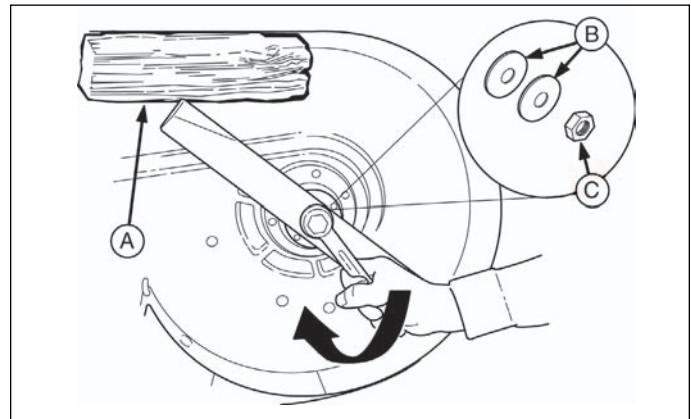

Figure 16. Installation de lame
3. Enlevez l'écrou (C, Figure 16), les rondelles de lame (B), et la lame.
6. Remettez la lame en place (Figure 16) avec les taquets pointant vers le haut en direction du carter de tondeuse, comme illustré.
7. Remettez les rondelles de lame (B, Figure 16), leur face concave vers le haut, et l'écrou (C). Utilisez un bloc de bois pour empêcher la rotation de la lame au serrage de la visserie de fixation. Serrez au couple de 80-90 ft-lbs.